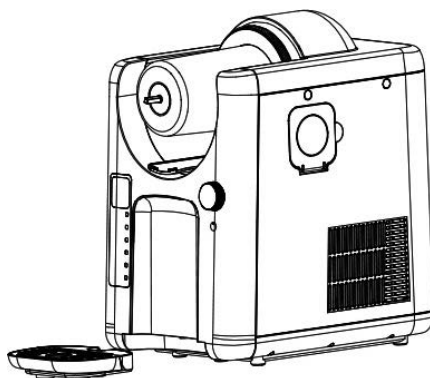

Fig. 9
10. Fjern mixeren (Fig. 9) og tør eventuelt resterende væske af bundhuset. Rengør kølecylinderen og pakningen med en ren klud.